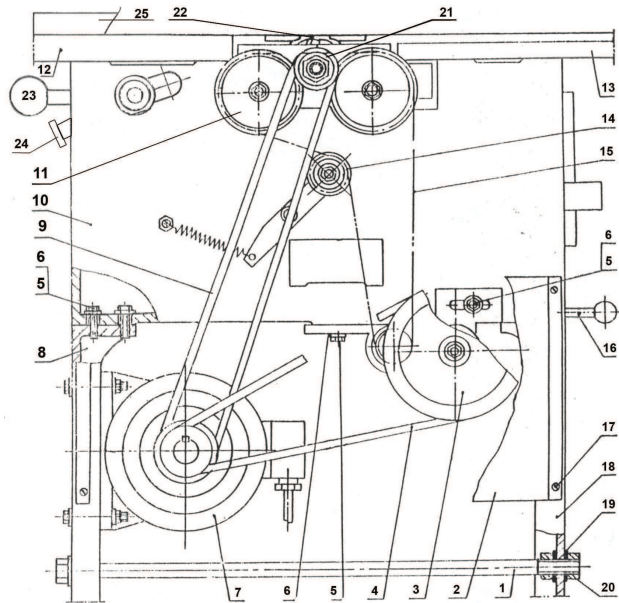

рис. 1
4.1 Общий вид стола основного представлен на рис. 1
4.5 Для удобства сборки станка, поставка с завода производится узлами собранными из отдельных деталей. Станок монтируется на основании 8 и 15 (рис. 1) представляющего собой переднюю и заднюю опоры состыкованные между собой стяжкой 1 (рис. 1). На основание устанавливается корпус станка на котором установлен ножевой вал 22 (рис. 1), на ножевом валу установлены ножи, которые крепятся прижимной планкой с помощью болтов. На ножевом валу 22 (рис. 1) установлен шкив 21 (рис. 1), который через ремень 9 получает вращение от двигателя 7 (рис. 1), который установлен внутри основания 8, 18 (рис. 1). Натяжение ремней 9 и 4 (рис. 1) осуществляется ослаблением болтов и перемещением двигателя 7 (рис. 1) внутри основания и затяжкой болтов по окончании. С левой стороны корпуса установлен стол регулируемый 12 (рис. 1) и стационарный 13 (рис. 1) для строгания.